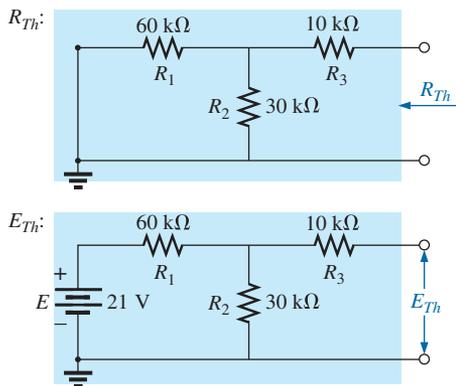

Figura 10.57 Aplicação do teorema de Thévenin ao circuito da Figura 10.56.
a) Aplicando o teorema de Thévenin ao capacitor de 0,2 μF, obtemos o circuito visto na Figura 10.57: